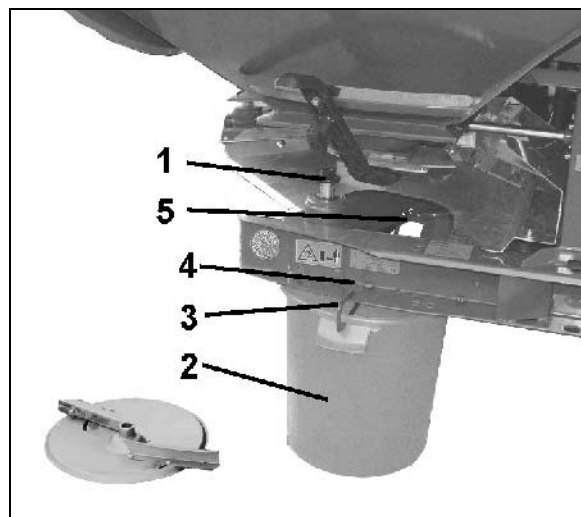

Fig. 49
- 3.1 Lossa skruven (Fig. 49/1) för den vänstra spridartallriken och ta av tallriken.
4. Mättråget (Fig. 49/2) hängs upp med bygeln (Fig. 49/3) i spåren i ramen (Fig. 49/4 och Fig. 49/5).